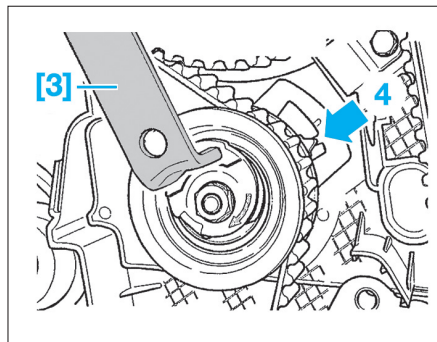

Fig. 12
• À l'aide du levier [3], ramener le galet tendeur dans le sens horaire (sens de sa flèche gravée sur le galet), jusqu'à ce que l'index du galet tendeur soit aligné avec la rainure de sa patte fixe (4) (Fig.12).